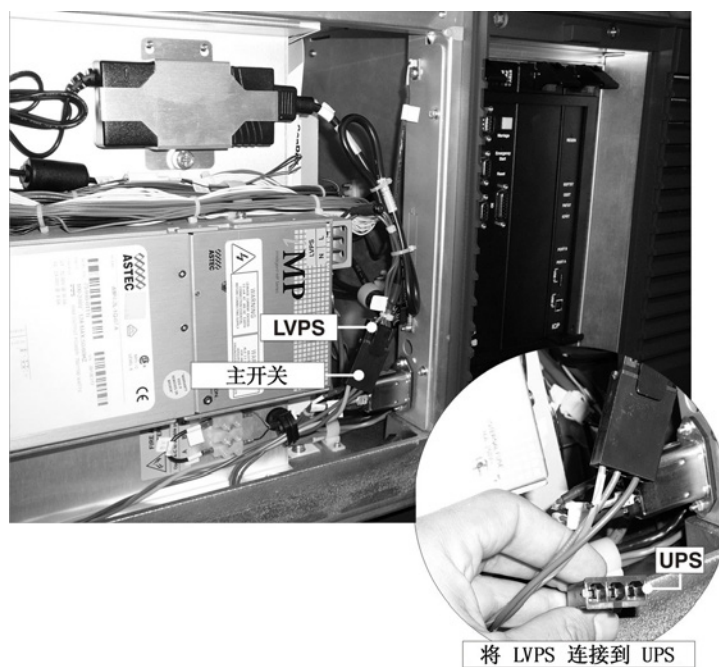

图 2-21
1. 如需为投影机配置 UPS，仅需从主开关上拔下 LVPS 输入连接，然后将其接到松开的 UPS 输入插头便可。将未使用的主开关插头重新插入 UPS 连接上的哑插头。图 2-21